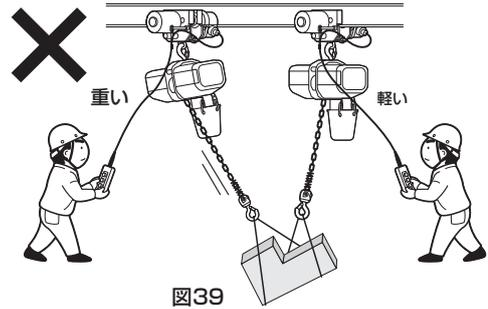

図39
- (20) 共づりする場合は、それぞれの1台のチェーンブロックでその荷をつれる定格荷重のものを使用してください。
- (21) 2台の電気チェーンブロックで、1つの荷をつる場合は、ロードチェーンが鉛直線に対して、大きな角度を成している状態や荷の重心位置が2つのつり上げ位置のどちらかに極端に接近している状態では電気チェーンブロックに想像以上の負荷がかかりますので十分注意してください。(図39)